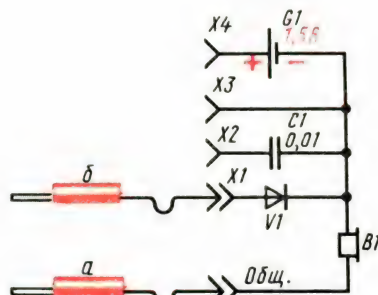

Рис. 103. Универсальный пробник
**Универсальный пробник.** С помощью пробника, схема и конструкция которого приведены на рис. 103, ты сможешь не только проверить деталь, контакт, но и «прослушать» работу многих цепей приемника или усилителя. Он представляет собой панель размерами примерно  $40 \times 60$  мм на стойках, на которой смонтированы гнезда для телефона